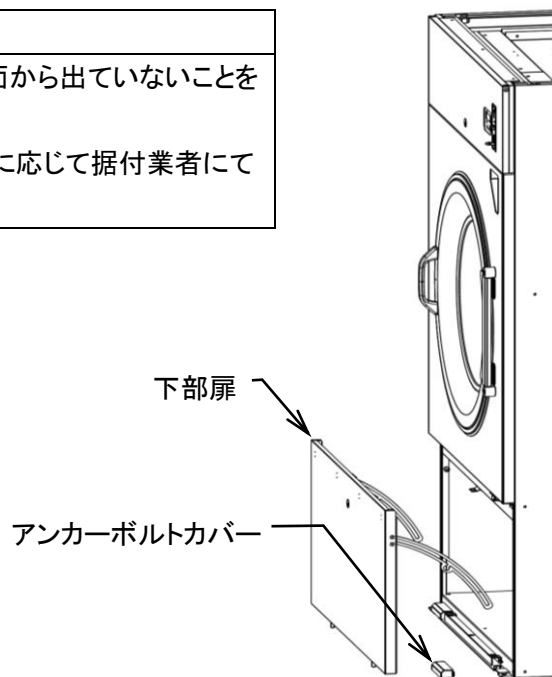

図 4-3
1) 下部扉とアンカーボルトカバーを外します。(図 4-3)